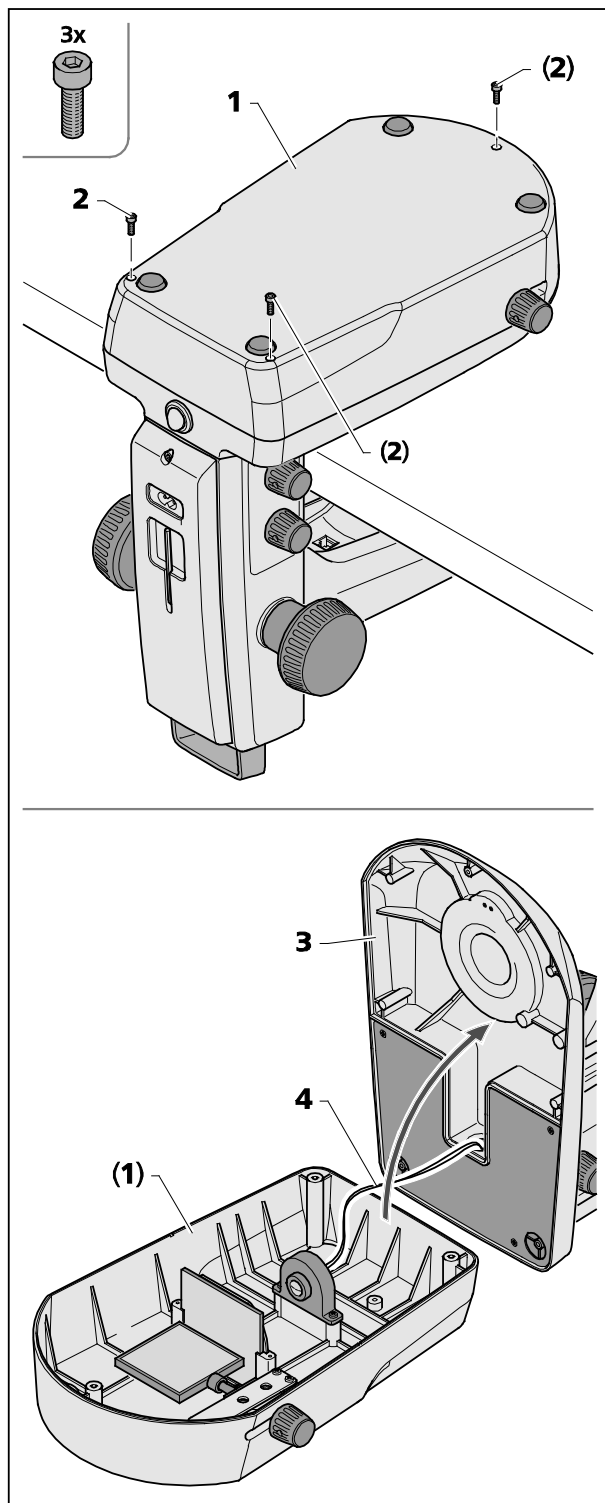

図 23 スタンド K LAB のスタンドカバープレートを開く
清掃する、あるいは誤って中に落ちた異物を取り除くために、透過光スタンド (図 23/1) をスタンドカバープレート (図 23/3) を取り外すことができます。
- 六角棒レンチ (SW 2.5) を使って、スタンドカバープレート (図 23/1) のボルト (3本) (図 23/2) を外し、脇に置いておきます。
- スタンドカバープレート (図 23/3) を透過光スタンド (図 23/1) から慎重に取り外し、スタンドを脇におきます。
透過光スタンド (図 23/1) からケーブル (図 23/4) を外さないでください。